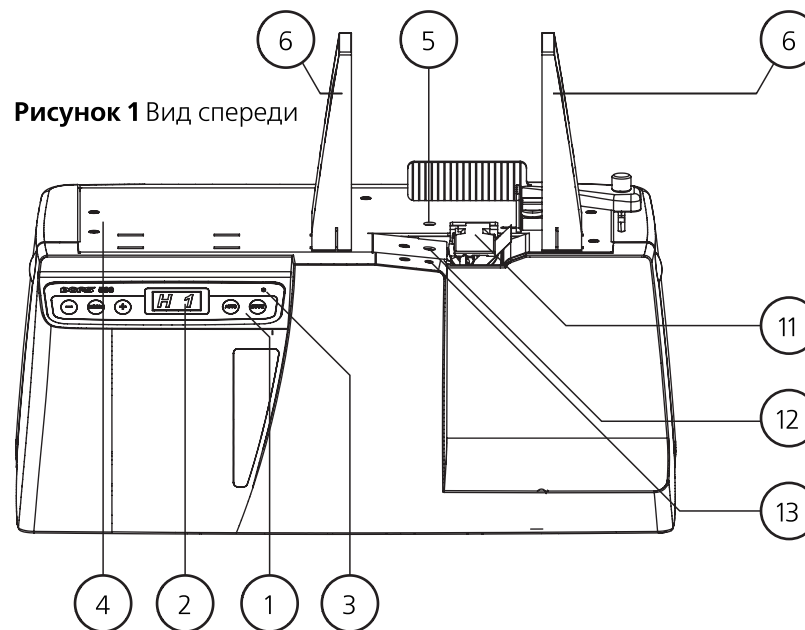
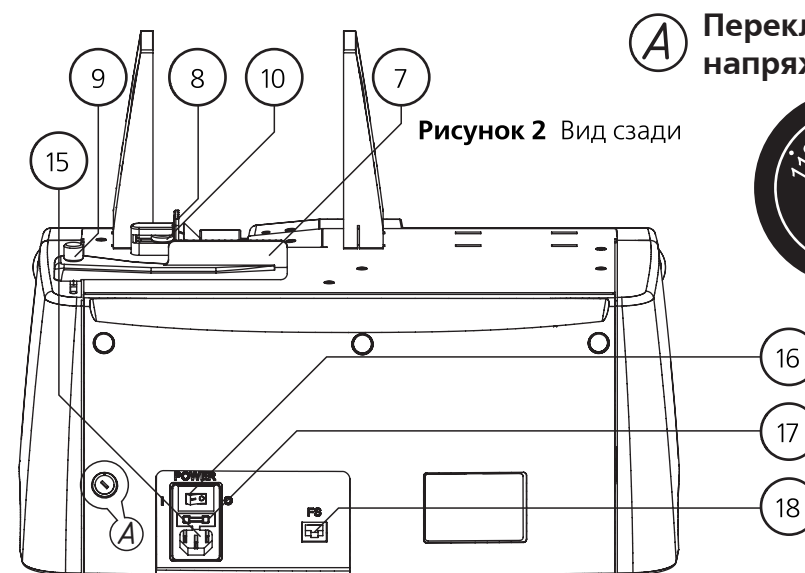

Рисунок 1 Вид спереди
Рисунок 2 Вид сзади
1. Перед началом работы перевести переключатель номинального напряжения в положение питающей сети: **110В** или **220В!** См. рисунок 2.
2. Установите держатели петли **6** (рис. 1) в соответствующие вырезы в столе **4** (рис. 1).
3. Установите задний упор **7** (рис. 1) в соответствующий вырез стола **4** (рис. 1), зафиксируйте упор винтом **9** по размеру корешка (пачки, стопы).
Ослабьте гайку упора бокового **8** (рис. 1), установите боковой упор таким образом, чтобы обеспечивалась необходимая сила затяжки петли (см. рис. 5), зафиксируйте боковой упор гайкой:
- a. откройте переднюю крышку **14** (рис. 1) движением "на себя";
- i. закройте переднюю крышку **14** (рис. 1).
6. Включите прибор сетевым выключателем **16** (рис. 2). Время готовности прибора к работе не более 8с, процесс самодиагностики проходит одновременно с высвечиванием на индикаторе панели управления заставки с номером версии программного обеспечения.
9. Если выбран режим "**AUTO**", то после перекрытия датчиков наличия объекта № **1** и № **2** (см. рис. 1) начнется процесс обандероливания. Для начала обандероливания в режиме "**HAND**" необходимо нажать кнопку "**START**". В процессе обандероливания индикатор готовности не горит, на индикаторе панели управления отображается "**PAC**" (packing).
11. После открытия датчика наличия объекта № 2 (см. рис. 1) будет создана новая петля, и можно будет обандеролировать новый корешок (пачку, стопу). По завершении процесса создания новой петли индикатор готовности 7 (рис. 4) горит непрерывно.
13. При необходимости замены рулона до того, как на нём закончилась термолента, а так же в случае, если термолента замялась в тракте подачи, или в тракте подачи остался неизрасходованный кусок термоленты, действуйте следующим образом: Выключите питание прибора с помощью выключателя 16 (рис. 2). Откройте переднюю крышку 14 (рис. 1). Откройте тракт подачи, опустив вниз до упора подниматель ролика 3 (рис. 6, 8). Плавным движением на себя, одной рукой вытяните конец термоленты из захвата 11 (рис. 1), а другой рукой из тракта подачи 5 (рис. 6, 8). Снимите крышку рулона 7 (рис. 7). Вращая рулон рукой по часовой стрелке, намотайте на него свободный конец термоленты и выньте рулон. После этого можно установить новый рулон.